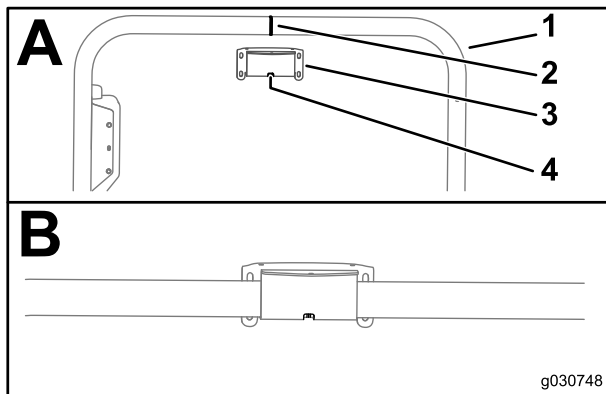

Figure 123
1. Alignez les fentes au centre du support du récepteur et la soudure sur l'axe du tube du système ROPS (Figure 123).